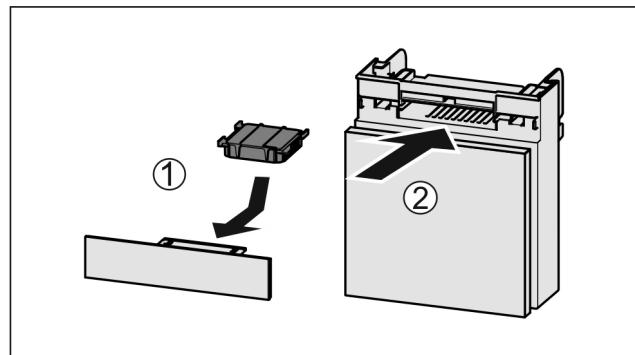

Fig. 89
- Вставити фільтр з активованого вугілля за малюнком Fig. 89 (1).
- Вставити відділення Fig. 89 (2).